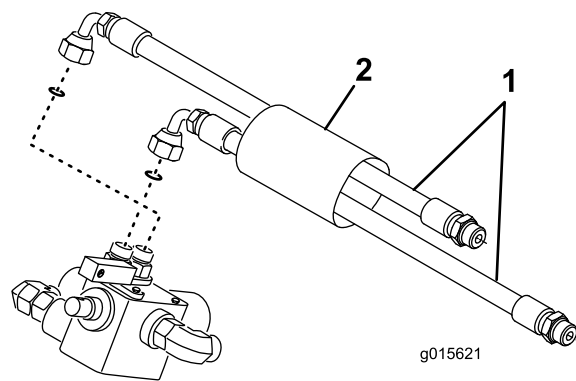

図 6
14. 2本の油圧ホースを、制御バルブの上部にあるフィッティングに接続する（図 6）。
15. ホースの上から保護スリーブを取り付けて（図 6）。